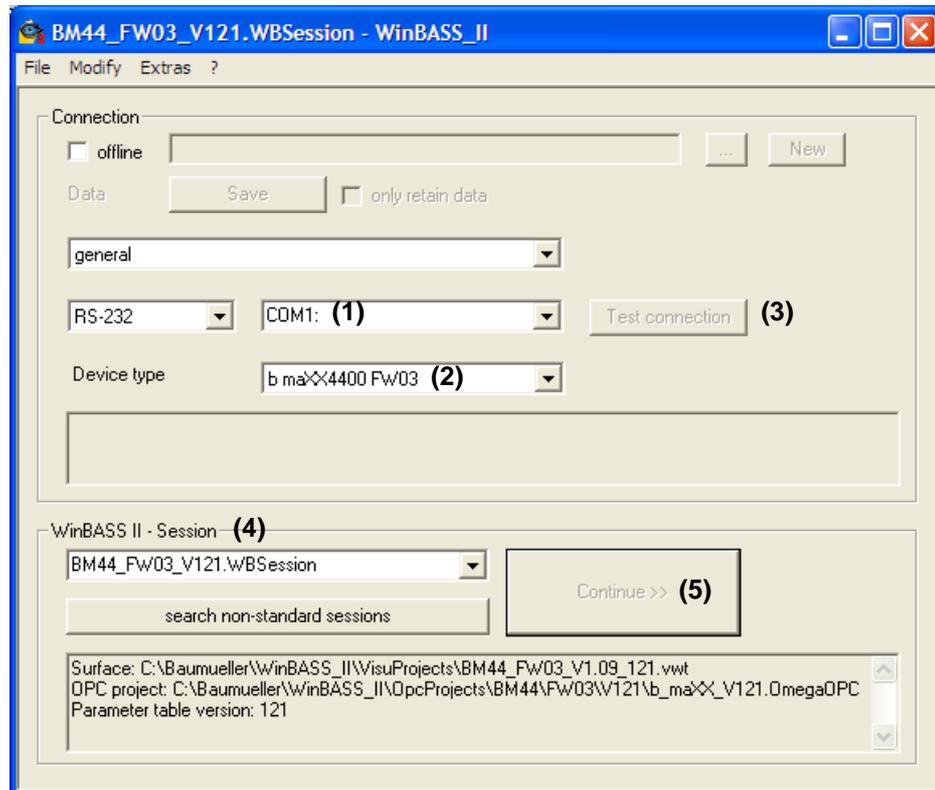

Figura 17: WinBASS II: Finestra iniziale
- 11 Dopo l'avvio viene visualizzata la shell di WinBASS II (vedere ►figura 17◄ a pagina 33). Di norma procedere come indicato di seguito.
- 12 In (1) selezionare l'interfaccia seriale attraverso la quale il PC è collegato all'apparecchiatura b maXX® - .
- 13 Quindi selezionare il tipo di apparecchiatura in (2).
- 15 Selezionare quindi „Test connection“ (3). Se il collegamento online con l'apparecchiatura b maXX® può essere stabilito, viene proposta una sessione (4) che l'utente deve semplicemente confermare.
- 16 Fare clic su „Continue“ (5) per avviare l'interfaccia grafica.